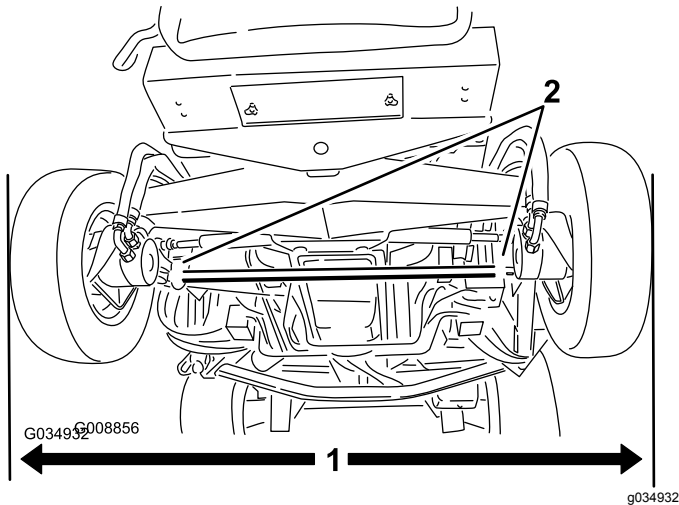

Figura 112
1. Con las ruedas traseras enderezadas, mida la distancia exterior (a la altura del eje) en la parte delantera y trasera de las ruedas traseras (Figura 112).
2. Para ajustar la convergencia, afloje las abrazaderas en ambos extremos de las bielas (Figura 112).